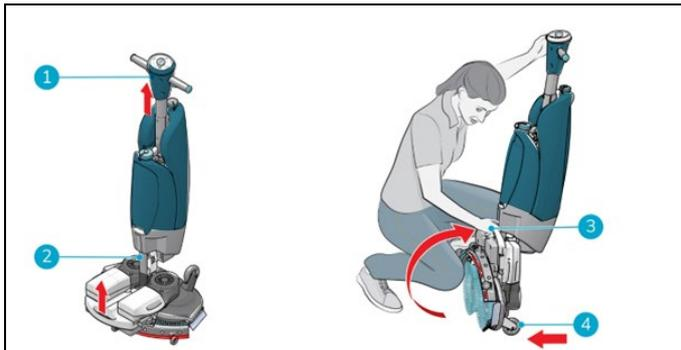

Figure 6
1. Assurez-vous que le tuyau d'aspiration (figure 6 pos 2) est repoussé à l'intérieur de la machine afin qu'il ne soit pas écrasé.
2. Accroupissez-vous et tenez la poignée (figure 6, pos 1) d'une main tout en tenant le plateau de lavage (Figure 6, pos 3) de l'autre main.
3. Soulevez lentement le plateau de lavage jusqu'à ce qu'il repose sur les roues avant (Figure 6, pos 4). Guidez le corps vers le pont de lavage jusqu'à ce qu'il s'enclenche en position de repos.